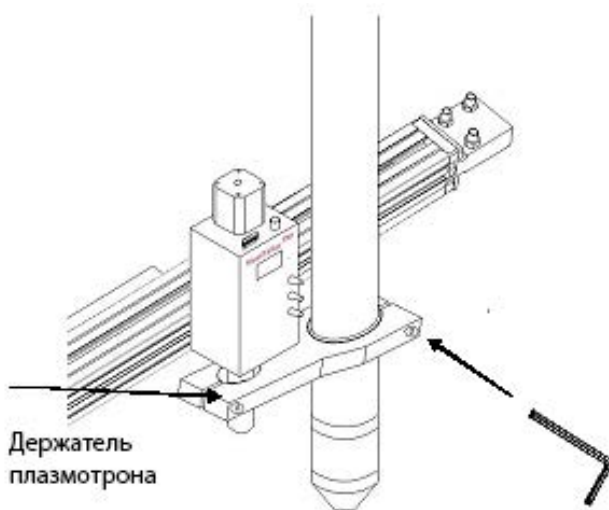

Рис. 10.0.4. Установка плазмотрона.
4. В зависимости от конструкции держателя плазмотрона установите и закрепите плазмотрон (см. рис. 10.0.4).